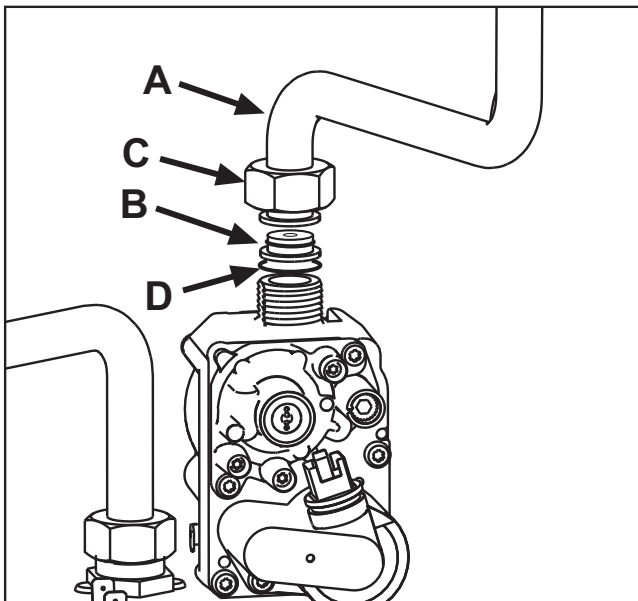

fig. 23
3. Deșurubați piulița **C** și scoateți tubul de gaz **A** de pe valva de gaz (vezi fig. 23).
4. Înlocuiți duza **B** introdusă pe tubul de gaz cu cea aflată în kitul de transformare, interpunând garnitura **D** (vezi fig. 23).